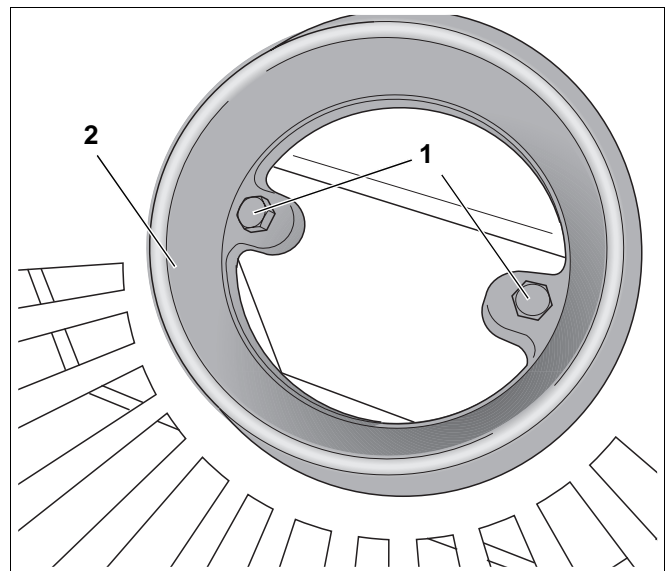

Abb. 10 Abgasanschluss Oberseite – Abgasstutzen
- 2 Schrauben (Abb. 10, **Pos. 1**) des Abgasstutzens am Abgasanschluss Oberseite lösen und Abgasstutzen (Abb. 10, **Pos. 2**) abnehmen.